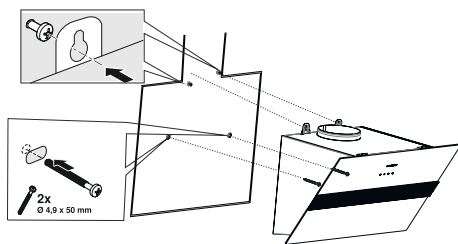

Fig. 14
- 1.** ► Tenere l'apparecchio per il suo corpo e posizionarlo sulle viti di sospensione sulla parete e stringere le viti (Fig. 14).
- 2.** ► Fissare l'apparecchio con viti 4.9x50 attraverso il foro di montaggio all'interno dell'apparecchio (Fig. 14).